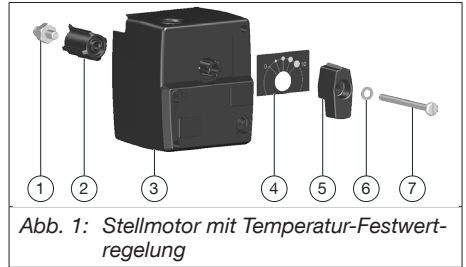
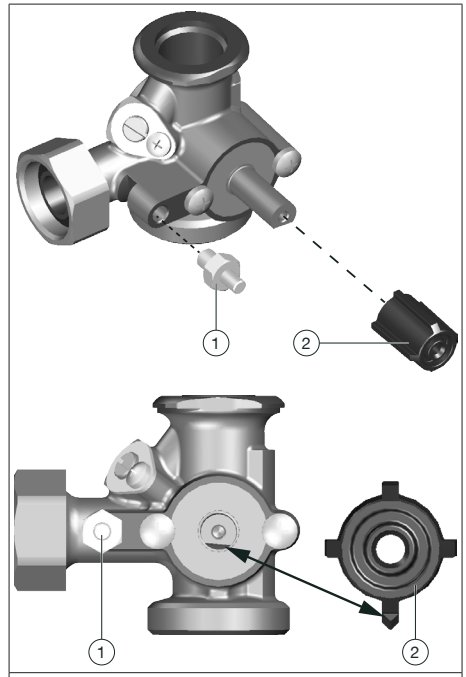

Abb. 1: Stellmotor mit Temperatur-Festwertregelung
Abb. 3: Ausrichtung
Die abgeflachte Seite des Mischerkübens muss nach unten zeigen und waagrecht ausgerichtet sein (siehe Abb. 3 auf Seite 9).
2. Setzen Sie den beiliegenden Adapter (Position 2 in Abb. 1 auf Seite 7) auf das Mischerküben.
Achten Sie darauf, dass der spitz zulaufende Steg des Adapters nach unten zeigt (siehe Abb. 3 auf Seite 9).
3. Verschrauben Sie die Verdrehsicherung (Position 1 in Abb. 1 auf Seite 7) fest am Mischergehäuse (siehe Abb. 3 auf Seite 9).